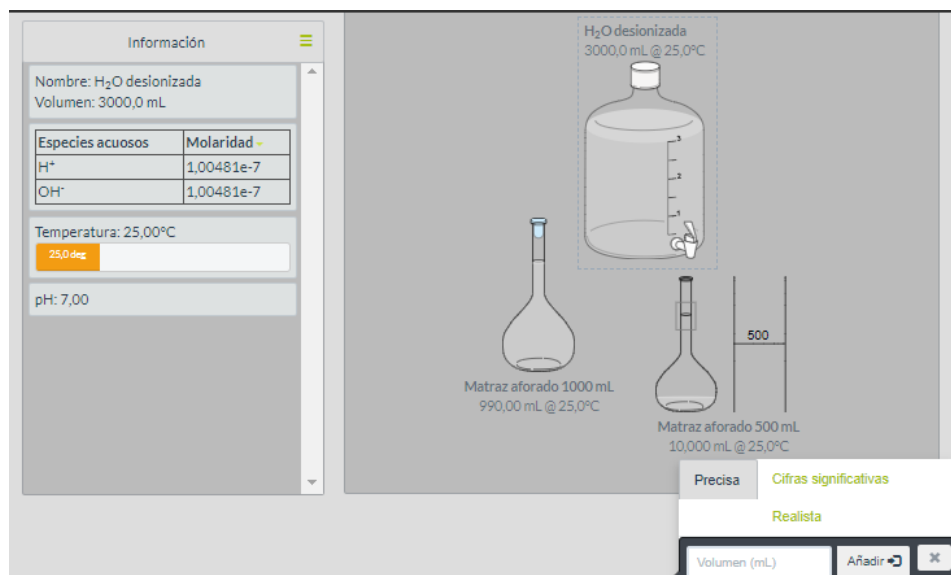

Figura 9. Simulador *Making stock solutions from solids*.
- Coloque el agua desionizada sobre el matraz volumétrico de 500 [ml] y añada el volumen necesario para completar hasta la marca del aforo. La disolución así preparada es la disolución 1 (figura 9).